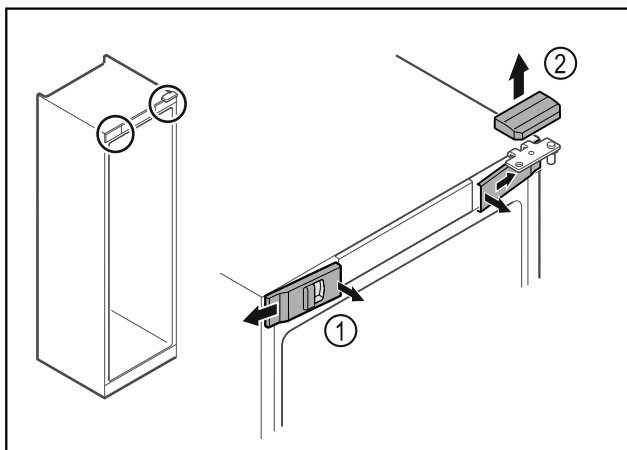

Fig. 12
- ▶ Pattintsa ki belül az elülső burkolatokat Fig. 12 (1), és tegye félre.
- ▶ Vegye le felfelé a felső burkolatot Fig. 12 (2).